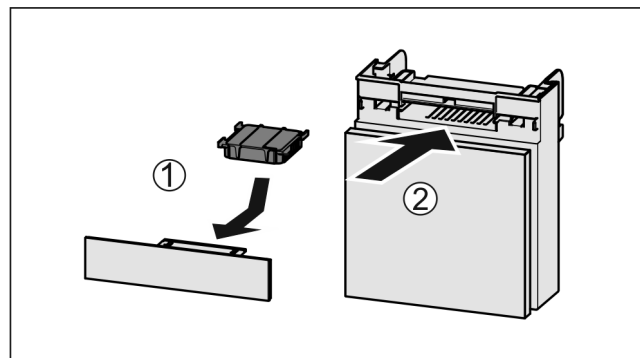

Fig. 112
- ▶ Поставете Fig. 112 (1) филтъра с активен въглен, както е показано на фигурата.
- ▶ Вкарайте Fig. 112 (2) отделението.